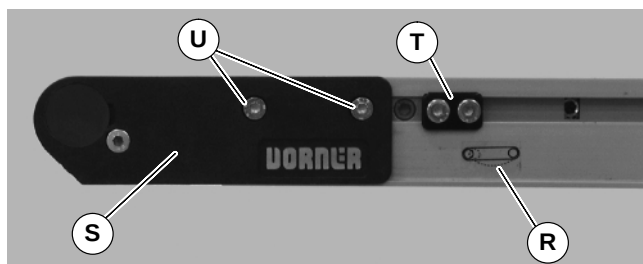

Abbildung 20
6. An den Fingergreifflöchern (AN) die Spannboden öffnen (AO), um die Gurtspannung zu verringern.
7. Am Spannende des Förderbandes, das mit einem Etikett gekennzeichnet ist (R siehe Abbildung 20), vordere Deckplattengruppe hineindrücken (S): Zu beiden Seiten des Förderbandes die Spurführungsnocken (T) (falls damit ausgestattet) lockern und von den vorderen Platten weg bewegen, dann die Befestigungsschrauben lösen (U), und vordere Plattengruppe nach innen schieben.